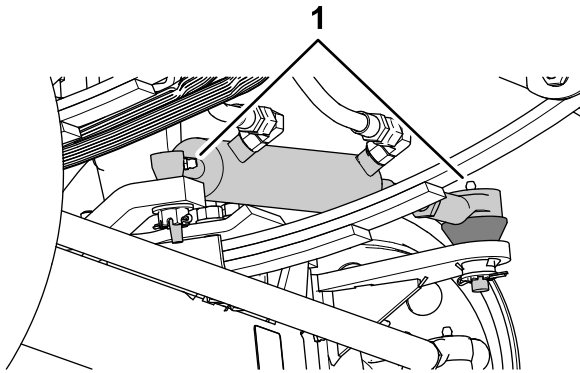
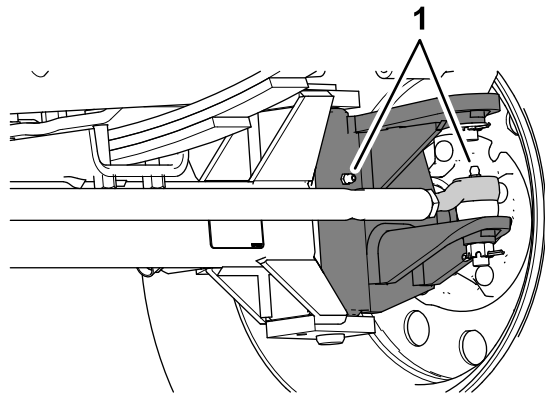

Figura 103
Figura 104
1. Essuyez les graisseurs (Figura 103 et Figura 104).
- Injectez de la graisse dans les graisseurs (Figura 103 et Figura 104).
**Nota:** Les emplacements des graisseurs sont illustrés à la Figura 103.